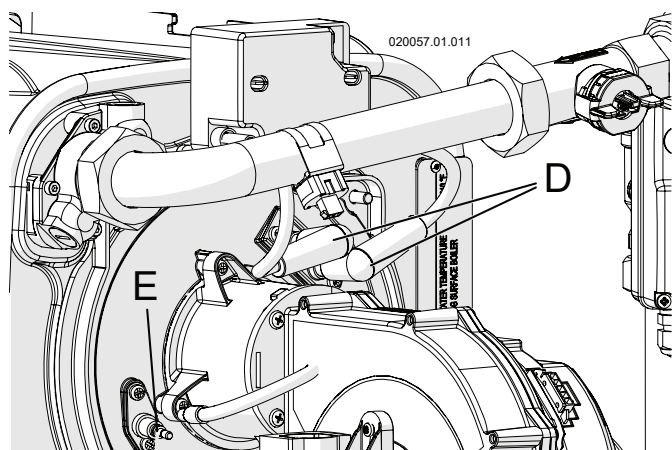

Figura 13-2
- 4.-scollegare i cavi "D" dagli elettrodi di accensione (Figura 13-2);